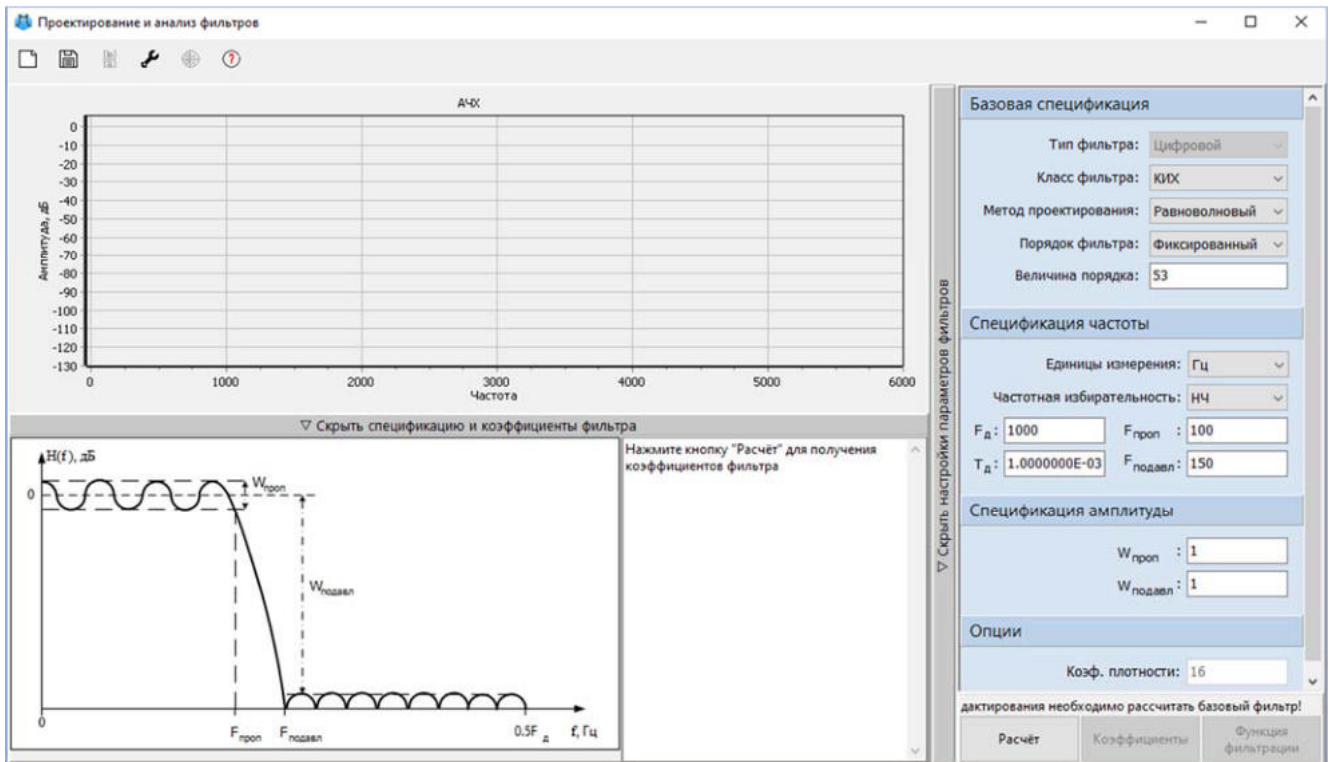

Рис. 6. Окно "Проектирование и анализ цифровых фильтров" с заданными характеристиками.
2. Необходимо рассчитать равноволновый КИХ-фильтр низких частот 53-го порядка с частотой дискретизации $F_d = 1000$ Гц, частотой среза $F_{проп} = 100$ Гц и частотой подавления $F_{подавл} = 150$ Гц. Для этого задать данные параметры согласно рисунку (Рисунок 6).